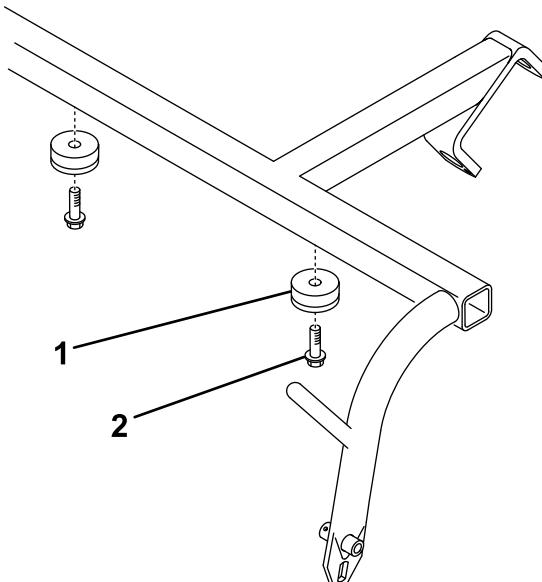

図 3
5. プルフレームの下側に、タップねじ 2 本でバンパー 2 個を固定する図 3。